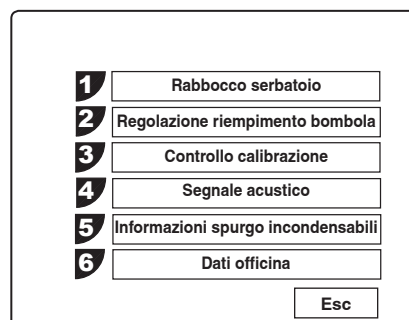

Figura 13
1. Selezionare **REGOLAZIONE RIEMPIMENTO BOMBOLA** dal menu Impostazioni. Vedi Figura 13.